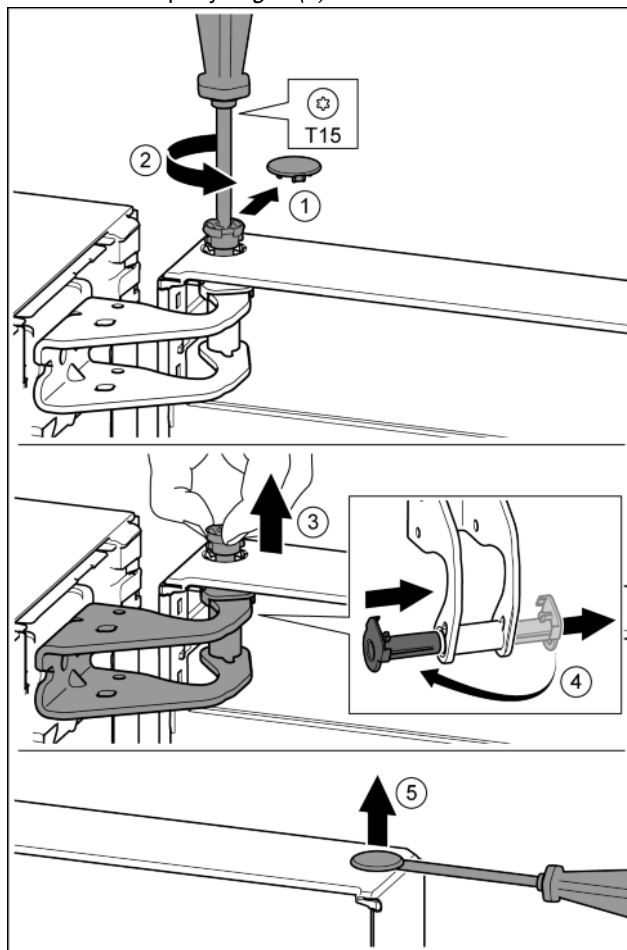

Fig. 9
- ▶ Осторожно снять предохранительную крышку. Fig. 9 (1)
- ▶ Немного выкрутить палец отверткой T15. Fig. 9 (2)
- ▶ Удерживать дверь и вытянуть палец рукой. Fig. 9 (3)
- ▶ Опорную втулку вывести из направляющей. Установить и зафиксировать с другой стороны. Fig. 9 (4)